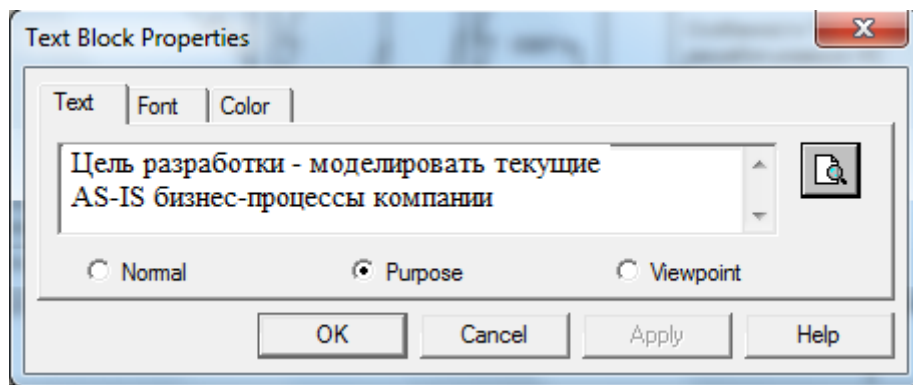

Рисунок 1.8 – Внесение текста цели в поле диаграммы
13. С помощью кнопки **T** внесите текст в поле диаграммы – точку зрения и цель (рисунок 1.8).